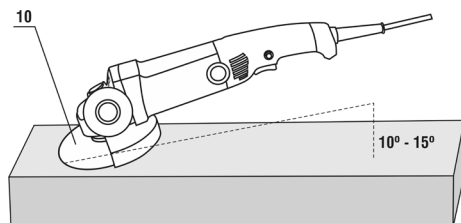

Fig. 10 – Ángulo correcto de esmerilado
- d. Asegure la máquina en un ángulo de 10° a 15° en relación a la superficie a ser trabajada, Fig. 10. Si el ángulo fuera menor que el recomendado, el trabajo realizado con la herramienta será más difícil de controlar y forzará demasiado el equipo. Si el ángulo fuera mayor que el recomendado la calidad del trabajo quedará comprometida con muchas rugosidades en la superficie trabajada.